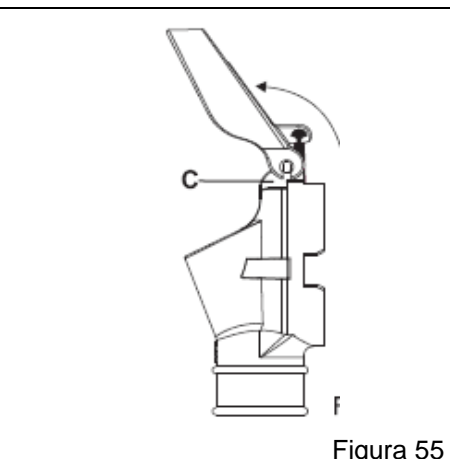
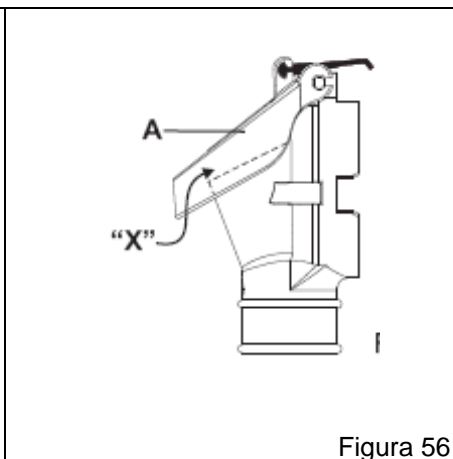

Figura 55
Figura 56
- Introduza a tapa até o final do canal e faça o giro da mesma conforme figura 55, observando a mesma posição nos dois lados dos pinos do bocal. Após gire até o batente "C" da face superior do bocal (Figura 56).